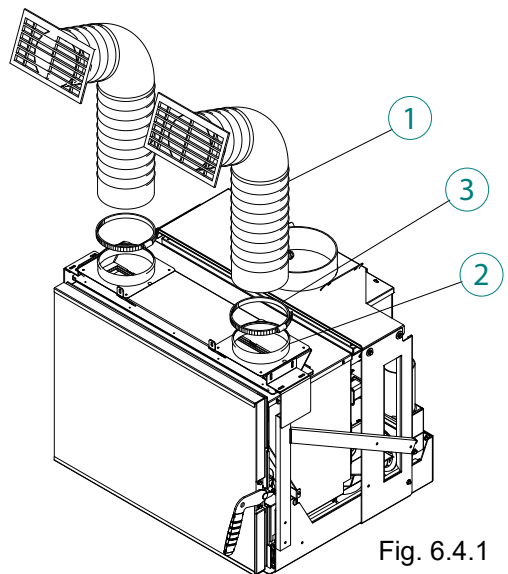

Fig. 6.4.1
Fijar el tubo (2) a los collares (3) con las abrazaderas (1) (Fig. 6.4.1).